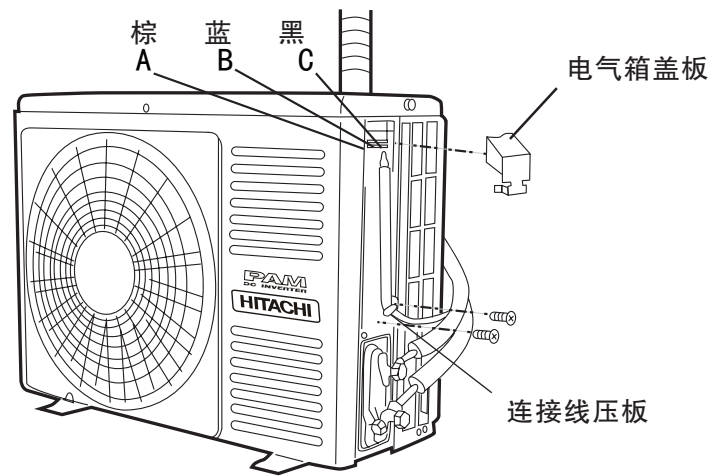

图16
- (1) 将电气箱盖板取下。
- (2) 将连接电缆分别按图16正确的牢固连接。(紧固力矩为8 ~ 15kgf.cm)
- (3) 必须将黄/绿线接至带有 “⊕” 标志处的接地螺钉上。
- (4) 用连接线压板将连接电缆用螺钉紧固。
- (5) 完成接线后将接线排盖板重新安装凸台卡扣位置。
- (6) 将边盖重新安装。